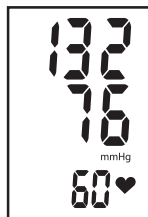

Рис.4
5. В конце измерения прозвучит звуковой сигнал, после чего прибор выпустит весь воздух из манжеты и на дисплее отобразится результат измерения (рис. 4).